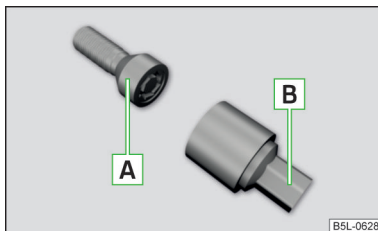

Fig. 173
Los tornillos de rueda antirrobo protegen a las ruedas contra robos. Se pueden **soltar/apretar** solamente con el suplemento **B** » **fig. 173**.
- Introducir el suplemento **B** » **fig. 173** hasta el tope sobre el tornillo de rueda antirrobo **A**.
- Introduzca la llave de rueda hasta el tope sobre el tornillo de rueda. Usar el suplemento para los tornillos de la rueda antirrobo correspondientes » fig. 173 de la pág. 166.